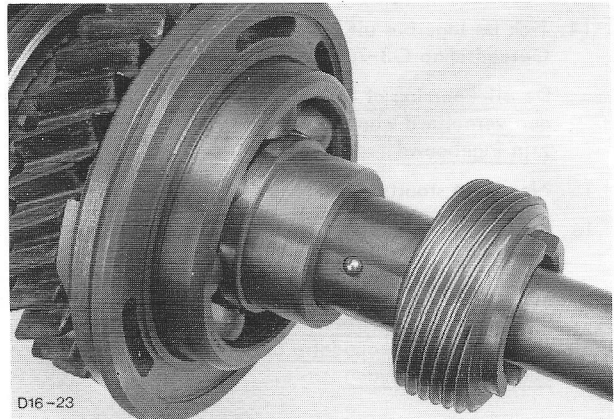

Fig.96 Snelheidsmeterwormwiel.
23. Verwijder het snelheidsmeterwormwiel en de spiekogel (fig.96). Verwijder vervolgens de afstandsbuis en de lagerhouder, tezamen met het kogellager. Neem het kogellager uit de lagerhouder.